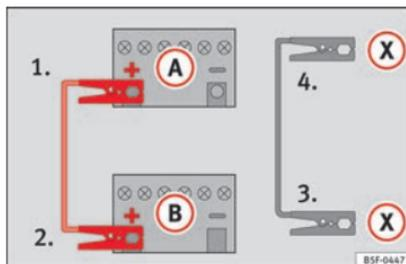

Fig. 164 Schema elettrico per i veicoli dotati di sistema Start-Stop.
- **Nei veicoli con sistema Start-Stop:** collegare un'estremità del cavo **nero** di emergenza **(X)** a un elemento metallico massiccio avvitato al monoblocco del motore o al monoblocco stesso » **fig. 164**.